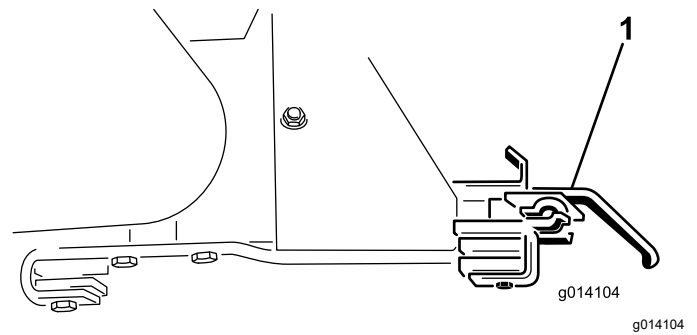

Figura 53
18. Retire os dois suportes de ligação do acessório (Figura 53).